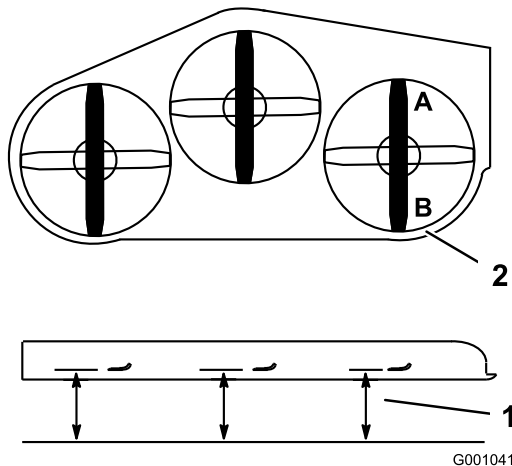

Figura 85
1. Disponete la lama destra in posizione longitudinale rispetto alla macchina (Figura 85).
2. Misurate la lama destra al punto **A** da una superficie piana fino al tagliente della punta della lama (Figura 85).
4. Misurate la lama destra al punto **B** da una superficie piana fino al tagliente della punta della lama (Figura 85).
6. La lama del tosaerba deve essere da 6 a 10 mm più bassa al punto **A** rispetto al punto **B** (Figura 85). In caso contrario eseguite la seguente operazione.